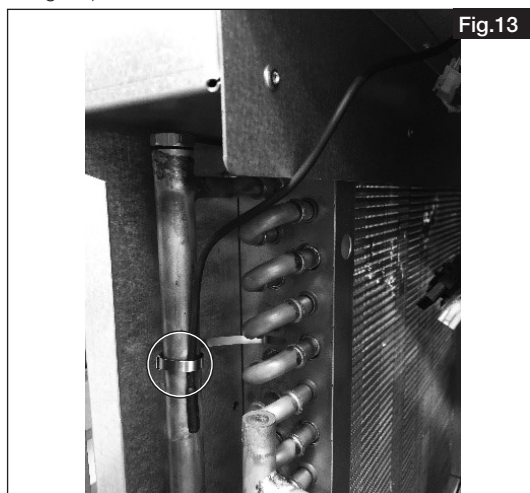

Fig.13
4. Fixer la sonde de température sur le retour d'eau à l'aide du serre-câble métallique inclus dans la livraison (voir fig. 13).